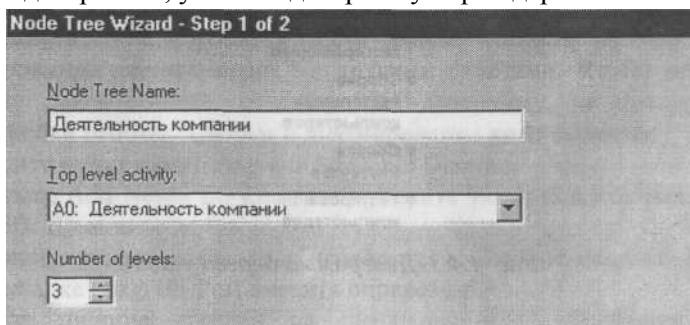

Рис. 3. Первый диалог гида Node Tree Wizard
1. Выберите меню Diagram/Add Node Tree. В первом диалоге гида Node Tree Wizard внесите имя диаграммы, укажите диаграмму корня дерева и количество уровней (рис. 3).